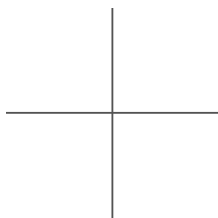

图 5-107 绘制相交直线
(1) 新建两个图层。“1”图层，颜色为蓝色，其余属性默认；“2”图层，颜色为黑色，其余属性默认。
(2) 将“1”图层设置为当前图层，单击“默认”选项卡“绘图”面板中的“直线”按钮，绘制两条相交的直线，坐标点为{(50, 100)(100, 100)}、{(75, 75)(75, 125)}，如图 5-107 所示。